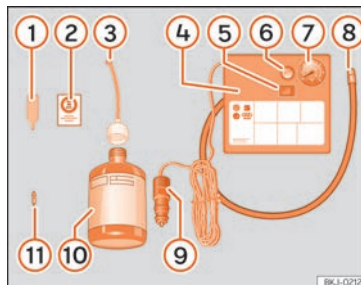

Abb. 97 Prinzipdarstellung: Bestandteile des Pannensets
Das Pannenset befindet sich im Gepäckraum unter dem Bodenbelag. Es besteht aus folgenden Bestandteilen »» **Abb. 97:**
Den Reifenfüllschlauch »» Abb. 97 ⑤ wieder anschließen und den Reifenfülldruck an der Reifenfülldruckanzeige ⑥ ablesen.